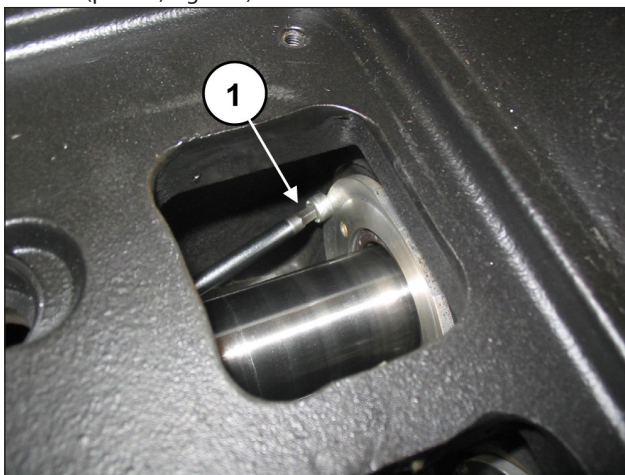

Fig. 157
Solte os dois parafusos de bloqueio da cobertura da vedação do óleo (pos. ①, Fig. 157).